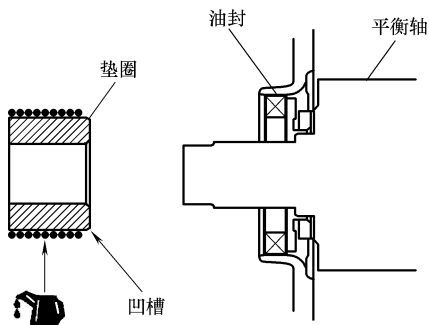

图 28-31 安装垫圈
- 2) 安装垫圈，垫圈的凹槽朝向油封，如图 28-31 所示。